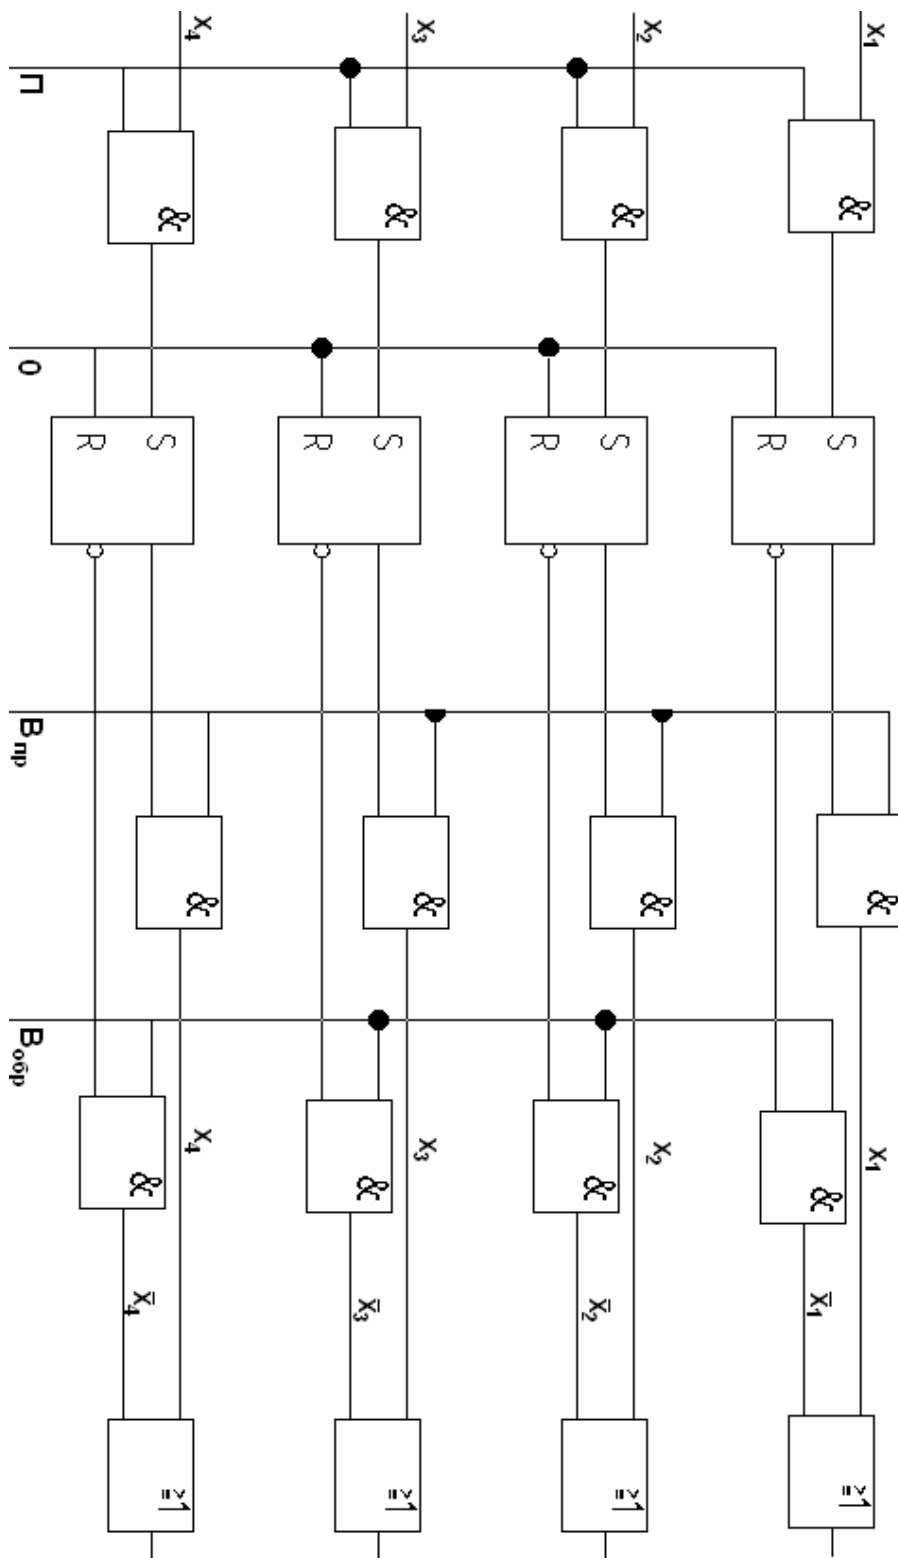

Рис. 7.3. Схема
Функциональная схема **параллельного регистра** на RS-триггерах приведена на рис. 7.3. Подготовка к приему информации (обнуление триггеров) составляет первый такт. Во втором такте по сигналу «1», подаваемому по шине П (прием), двоичное число $x_1x_2x_3x_4$ всеми разрядами одновременно (параллельно) через конъюнкторы (элементы И) записывается в разряды регистра. Выдача сигнала в прямом коде осуществляется по сигналу, подаваемому по шине $V_{пр}$, в обратном - $V_{обр}$.
3.1. Собрать схему изображенную на рис. 7.3 и записать в нее двоичное число от 0000 до 1111 в соответствии с выражением $n+1$, где n – номер варианта в двоичном коде. Результаты на выходе регистра должны быть получены в прямом и обратном кодах.